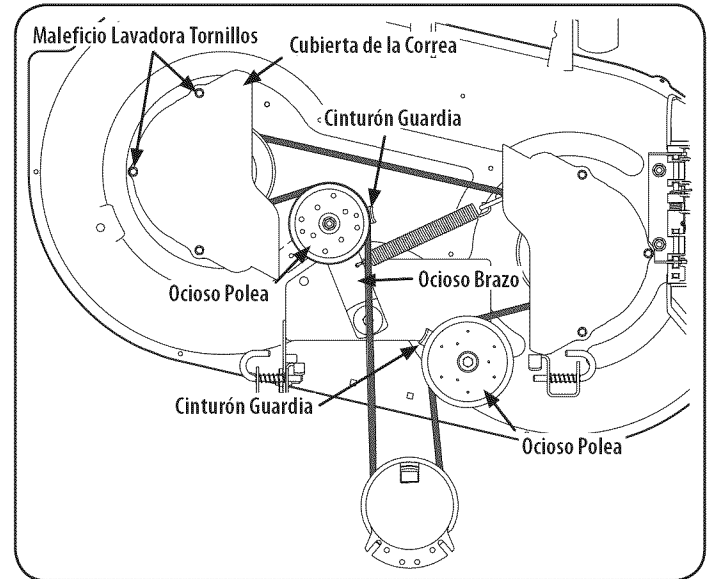

Figura 36
2. Quite los tornillos de la arandela hexagonales cubiertas de la correa de la cubierta. Ver Figura 36.
3. Retire las poleas móviles y protector de la correa en la polea izquierda quitando los tornillos hexagonales, gorra polea y las tuercas de brida que les sujetan el brazo tensor. Véase la Figura 36. No pierda el hardware al retirar el tornillo hexagonal, protector de la correa, la polea cap, espaciador, el espaciador de hombro y la tuerca de seguridad con brida.
5. Instalar la nueva correa alrededor de las poleas del eje como se muestra y vuelva a instalar la cinta cubre. Ver Figura 36.